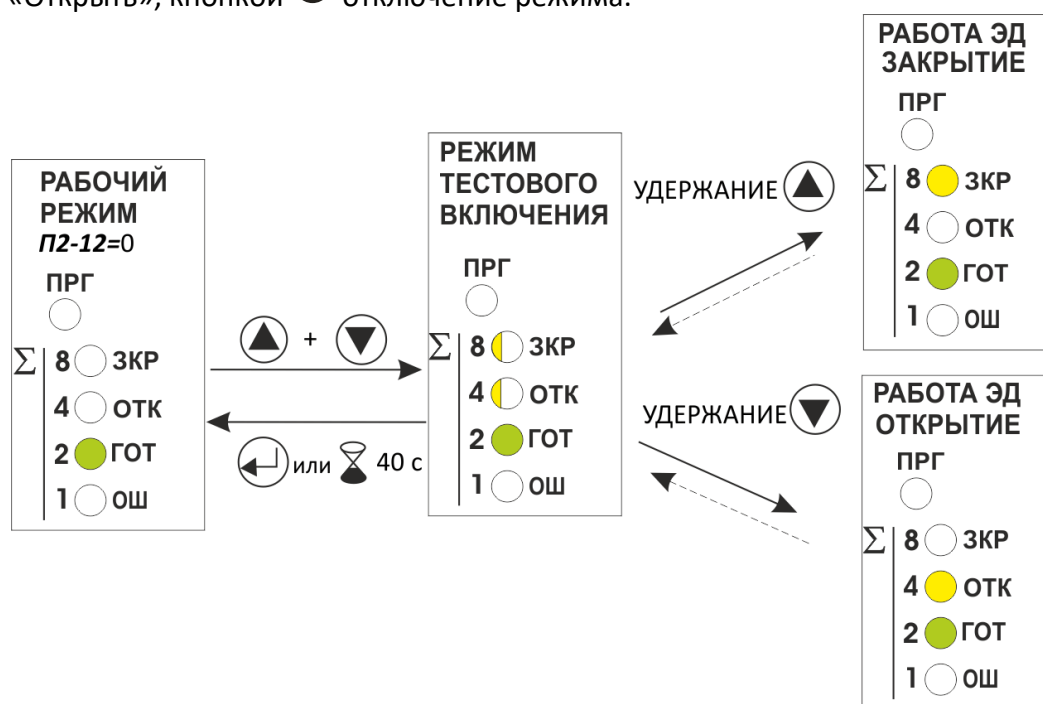

Рисунок 11 - Схема работы режима тестового включения (уставка **П2-12=0**)
1.12.2 Режим тестового включения доступен для включения при значении уставки **П2-12=0** (заводская настройка) и может быть включен по одновременному нажатию кнопок  и  (рис. 11). После этого нажатием  или  осуществляется включение электродвигателя в направлении «Заккрыть» или «Открыть», кнопкой  отключение режима.